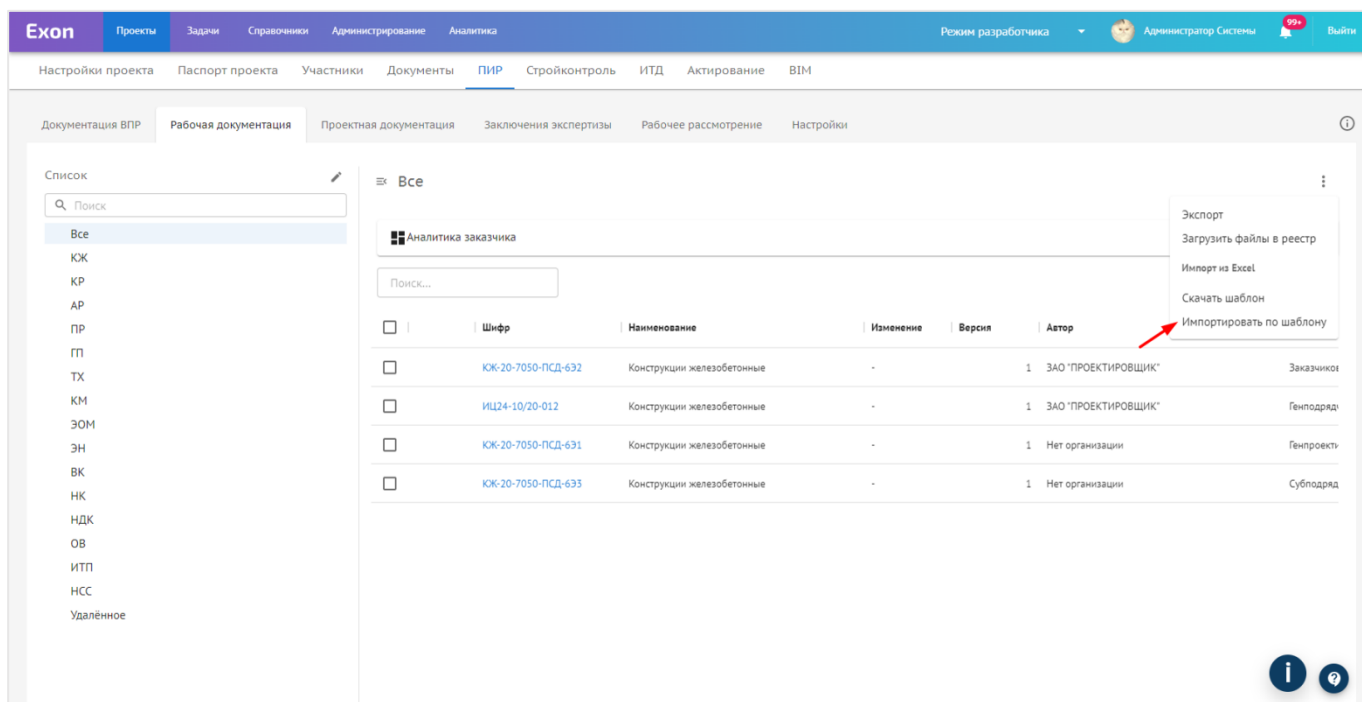

Рис. 16 - Импорт шаблона массовой загрузки
3. После заполнения шаблона необходимо вернуться в систему и через три точки в правом верхнем углу импортировать заполненный шаблон с устройства в систему (рис. 16);